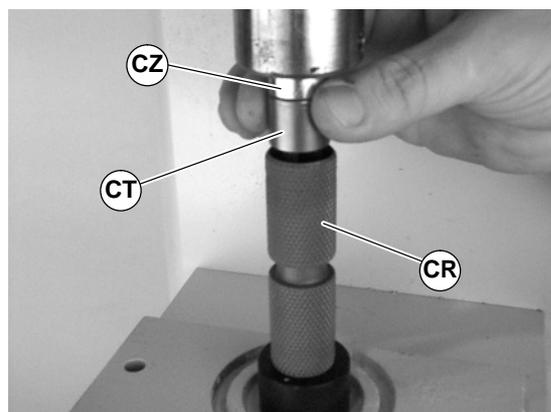

Abbildung 45
3. Lager (CT siehe Abbildung 45), Teilnr. 21-33, auf Einsatzwerkzeug plazieren (CZ) und über Antriebsrolle in Position halten (CR).